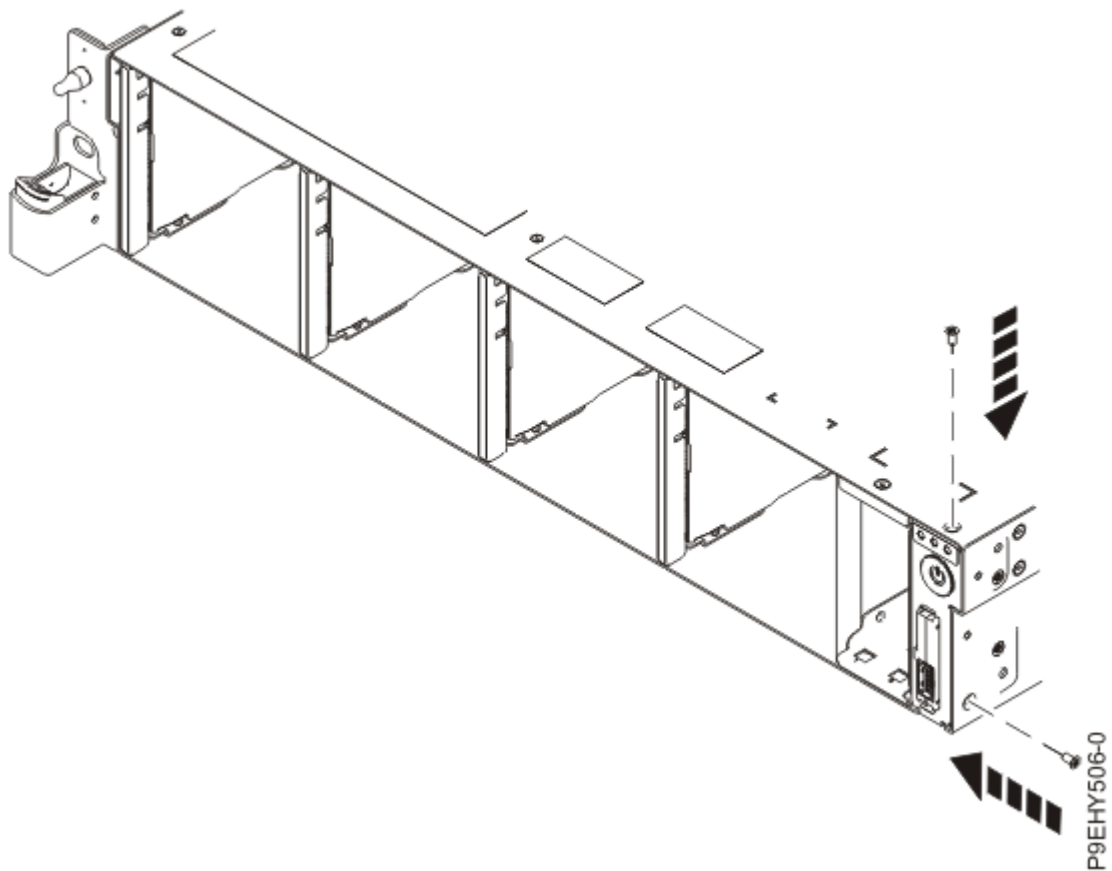

図 43. 上下のねじの再取り付け
5. 電源スイッチの上下のねじを再取り付けします (61 ページの図 43 を参照)。